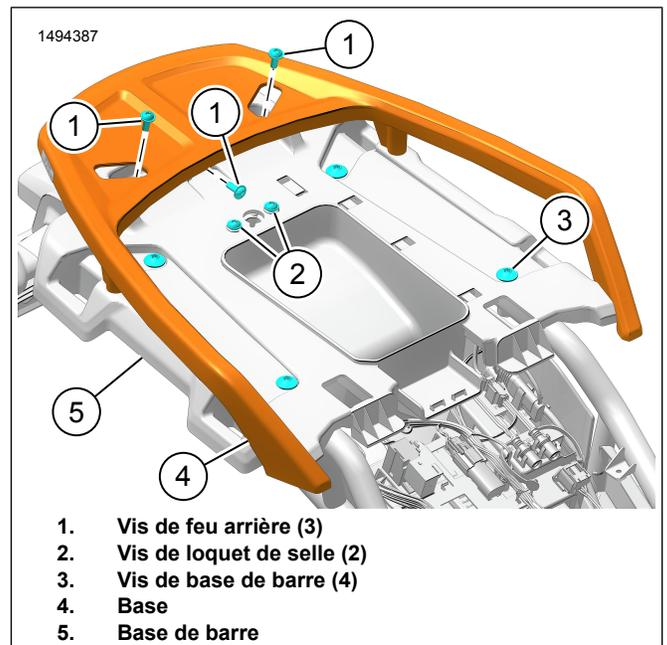

Figure 3. Tenir avec la main
1. Voir la Figure 3. Retirer les vis de la base de la barre (3).
- a. Déconnecter tous les connecteurs de feu arrière (5)
- b. Voir la Figure 3. Retirer les vis (1).
- a. Voir la Figure 3. Retirer les vis de loquet de selle (2).